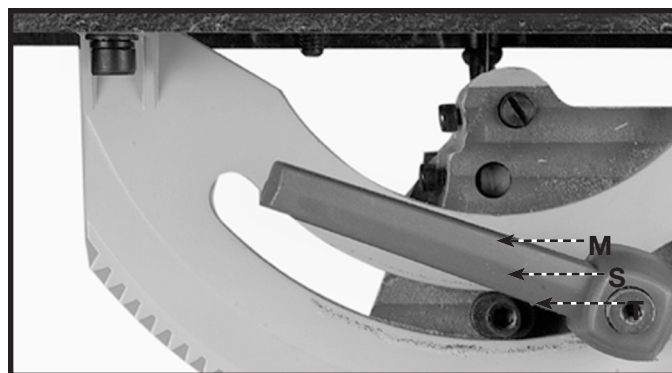

Fig. 16
9. Afloje el del tornillo (T) Fig.16 y alinee la flecha con "0" marca en la escala (M) de trunnion. Apriete seguramente.